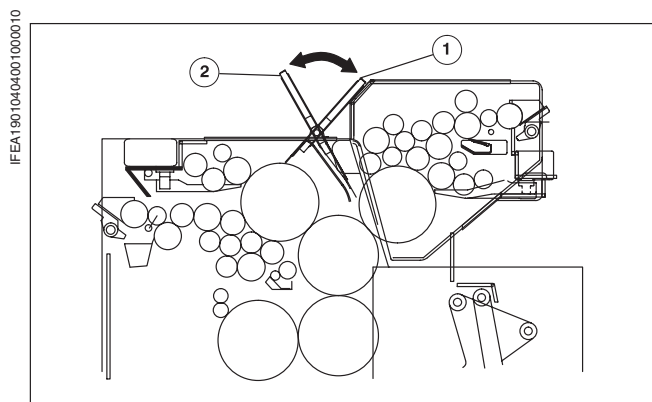

Рис. 7 Стол для зарядки/выброса печатной формы
- Стол для зарядки/выброса формы обращен к самонакладу (Рис. 7/①) **ПС 1**, к приемке (Рис. 7/②) **ПС 2**.